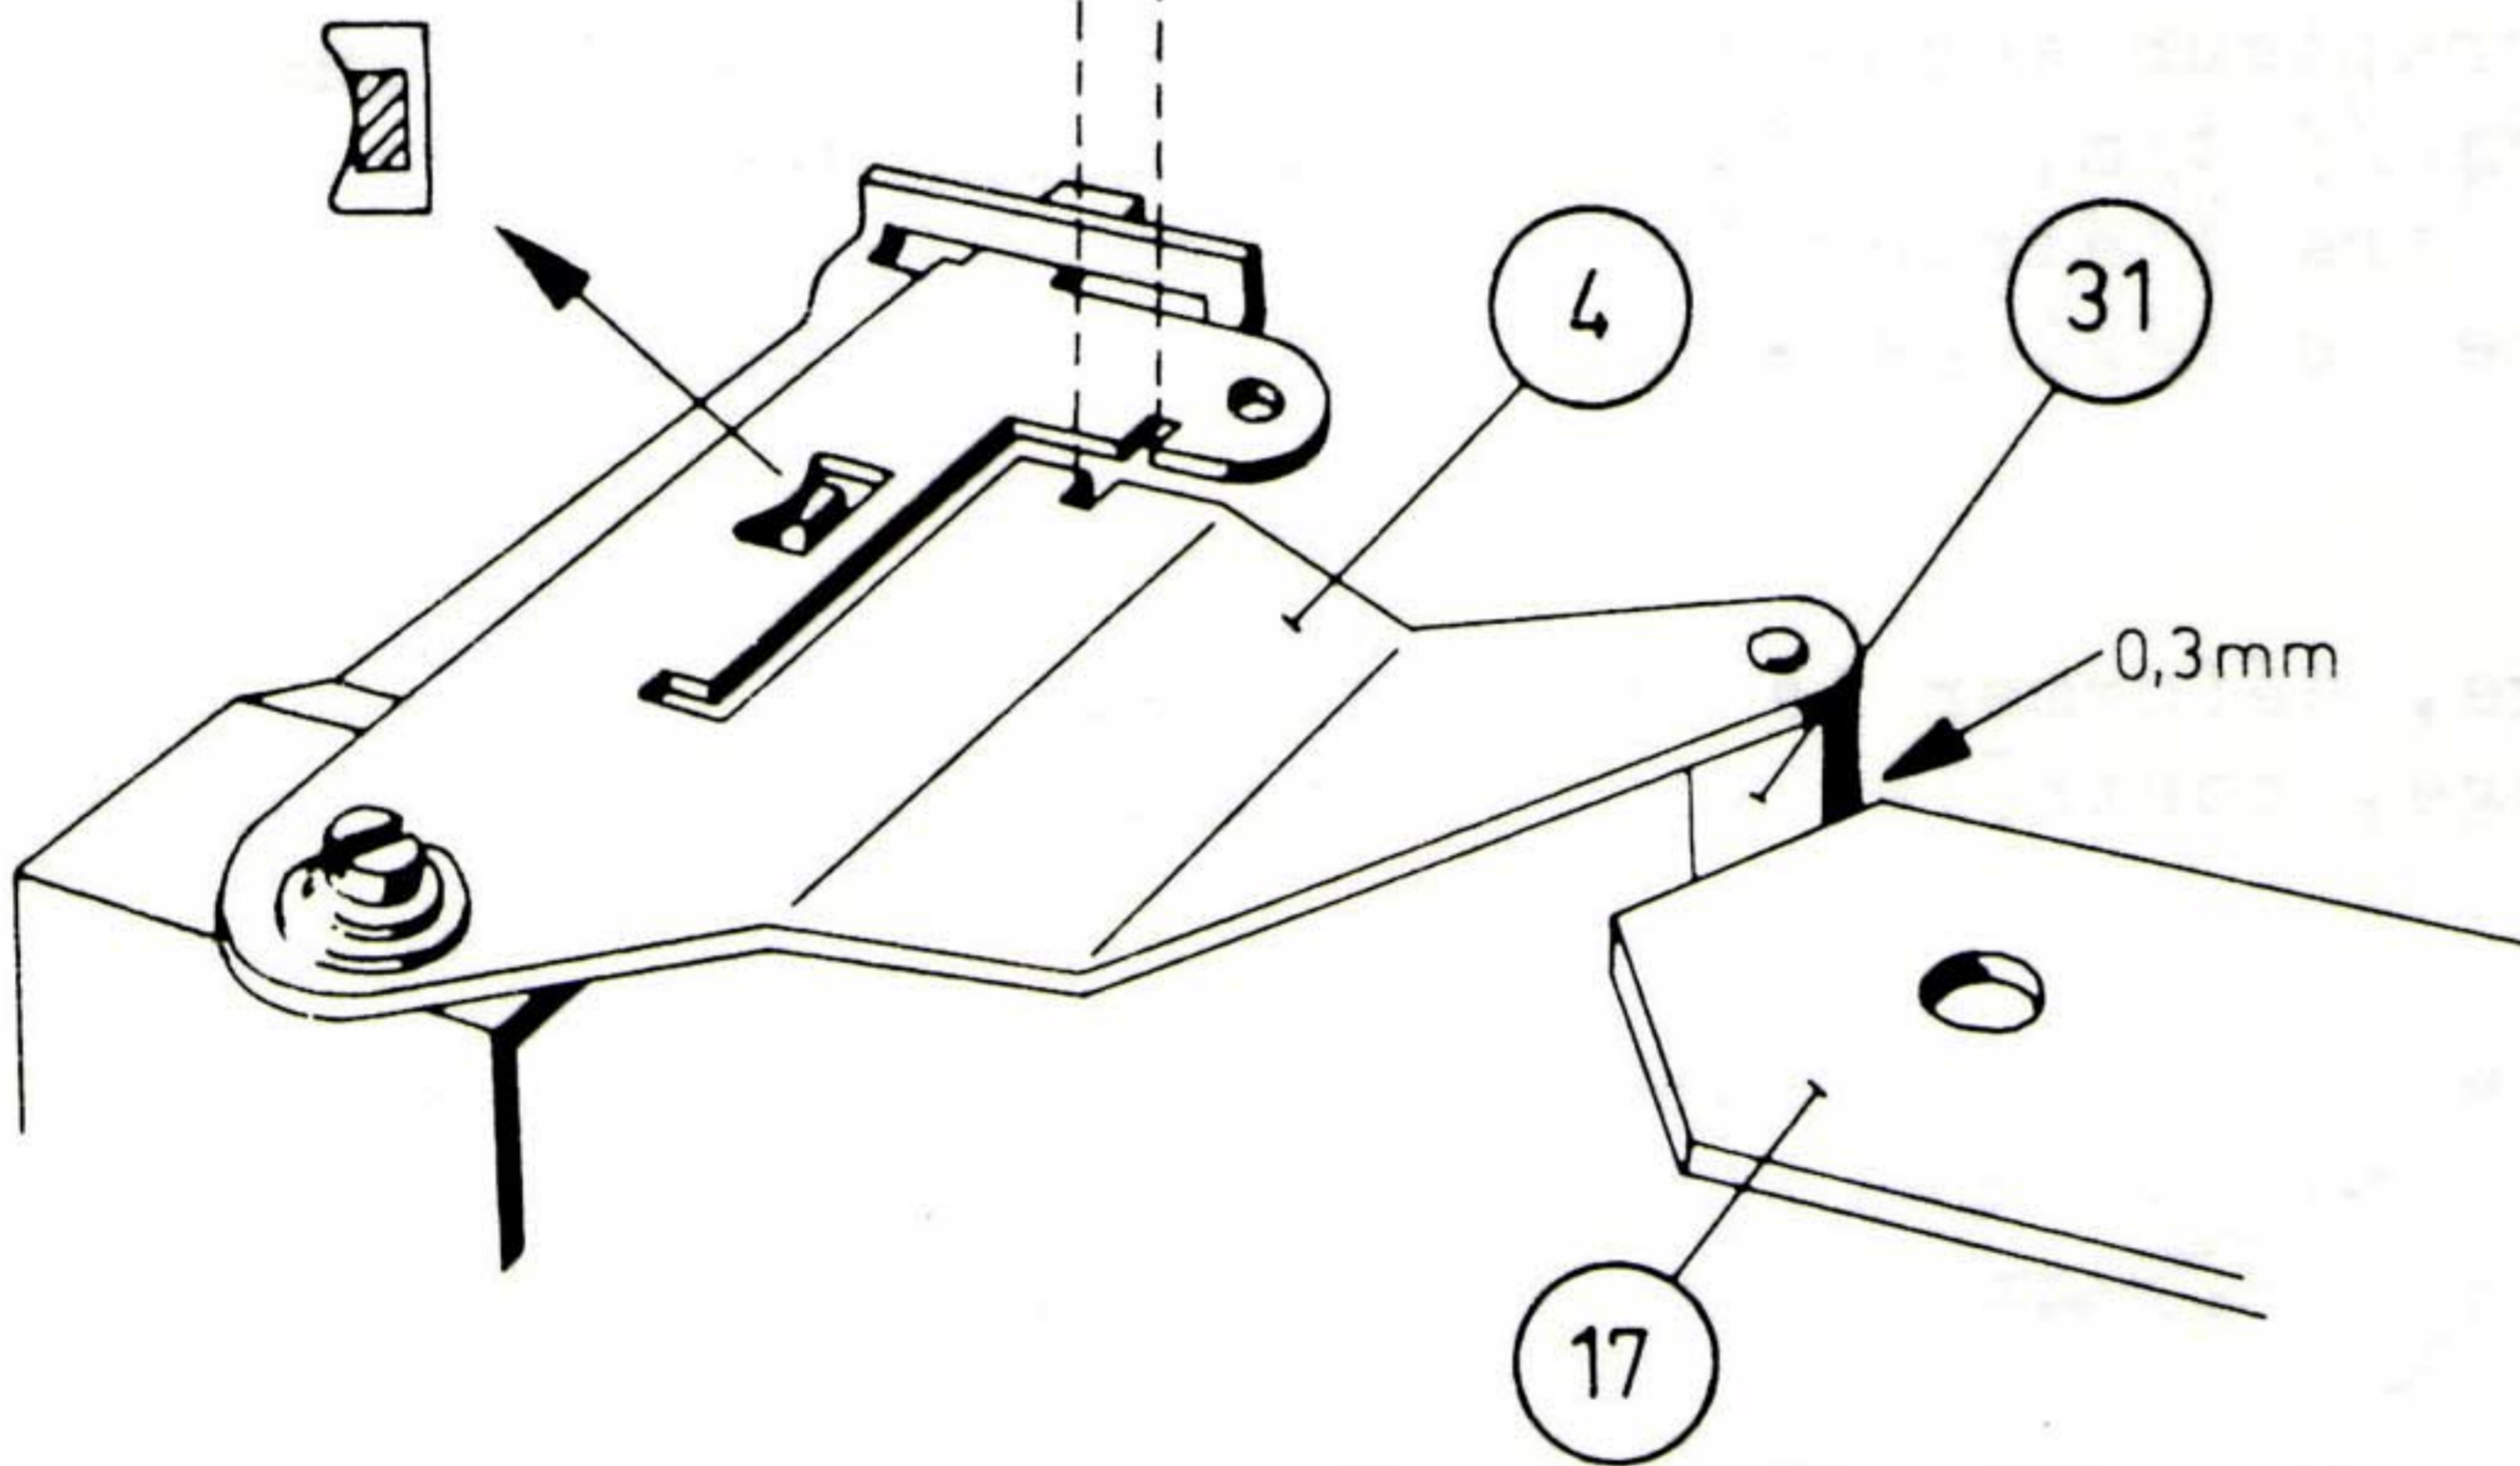

Fig.10
Pendant un cycle de changement, la barrette 17 est d'abord poussée hors de la position d'arrêt pour être ramenée ensuite dans cette position. Quand la barrette 17 atteint sa position extrême, le rouleau 31 du levier de changement 4 passe sur la partie biseautée de la barrette (voir la fig. 10). Le levier de changement tourne vers la droite et entraîne l'extrémité de la broche de centrage. L'ergot de cette dernière se déplace vers l'intérieur de sorte que le disque inférieur tombe sur le plateau.
3. Lorsque la barrette 17 occupe sa position extrême et que la mince broche de centrage est placée dans l'appareil, le rouleau monté sur le levier changeur doit tourner avec souplesse (jeu : environ 0,3 mm). Le réglage s'effectue de la manière décrite en 2. Après le réglage, contrôler si la condition du point 2 est satisfaite (voir fig. 10).